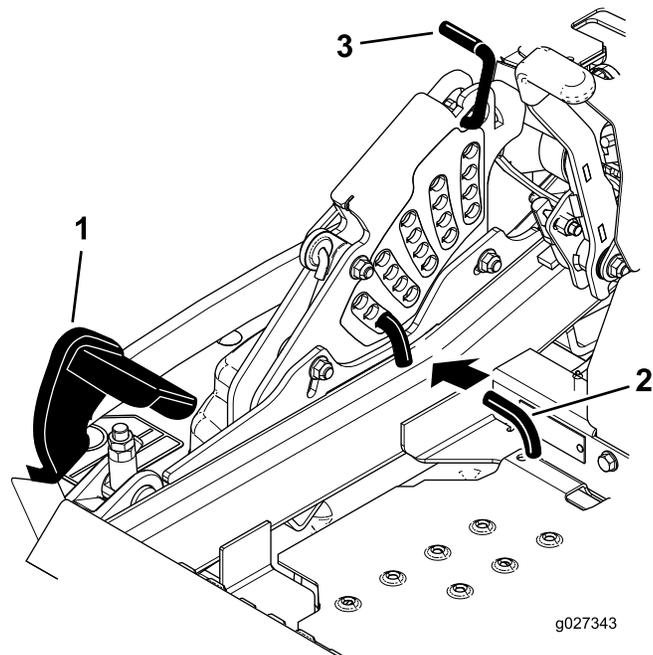

Рисунок 31
2. Нажмите на педаль подъема деки ногой и поднимите дека газонокосилки в фиксированное транспортное положение (также соответствующее положению высоты скашивания 140 мм), как показано на Рисунок 31.
3. Для выполнения регулировки высоты скашивания поверните штифт на 90 градусов и извлеките его из кронштейна высоты скашивания (Рисунок 31).
4. Выберите отверстие в кронштейне высоты скашивания, соответствующее требуемой высоте скашивания, и вставьте штифт (Рисунок 31).